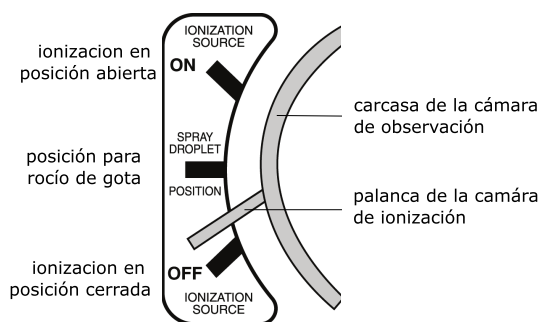

Figura 1.5: Posiciones de la palanca de ionización
3. Mueva la palanca de fuente de ionización a la posición para rocío de la gota (figura 1.5) para permitir que el aire salga de la cámara durante la introducción de las gotas.